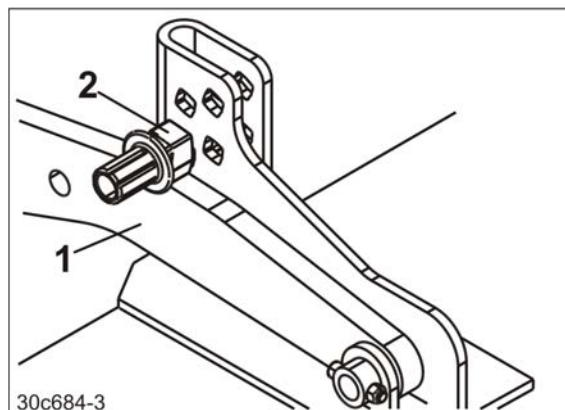

Fig. 63
2. Løft maskinen, indtil dybdereguleringsbolten (Fig. 63/2) er fri af bæreamen (Fig. 63/1).